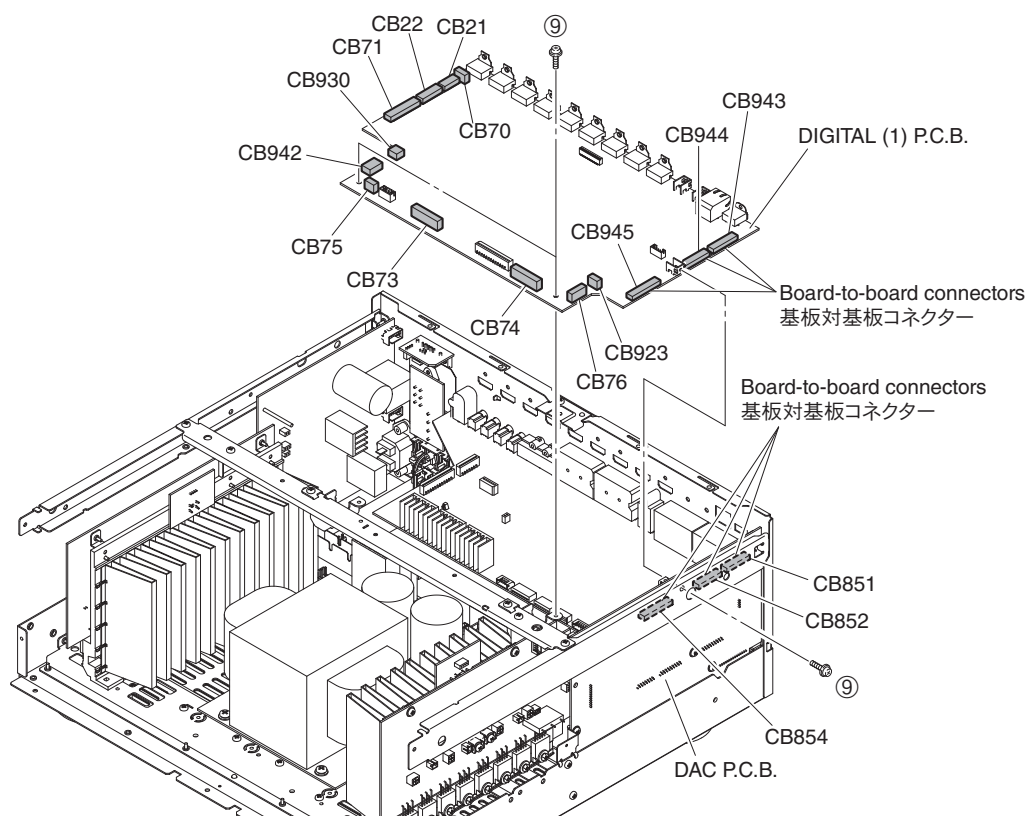

Fig. 2
3. Removal of DIGITAL (1) P.C.B.
- Remove 3 screws (⑨). (Fig. 2)
- Remove CB21, CB22, CB70, CB71, CB73 ~ CB76, CB923, CB930 and CB942. (Fig. 2)
- Remove CB943, CB944 and CB945 and then remove the DIGITAL (1) P.C.B. which is connected directly to the DAC P.C.B. with board-to-board connectors. (Fig. 2)
3. DIGITAL (1) P.C.B. の外し方
- ⑨ のネジ 3 本を外します。(Fig. 2)
- CB21、CB22、CB70、CB71、CB73 ~ CB76、CB923、CB930、CB942 を外します。(Fig. 2)
- CB943、CB944、CB945 を外し、DIGITAL (1) P.C.B. を外します。
ただし、DIGITAL (1) P.C.B. は DAC P.C.B. に基板対基板コネクタで直接接続されています。(Fig. 2)